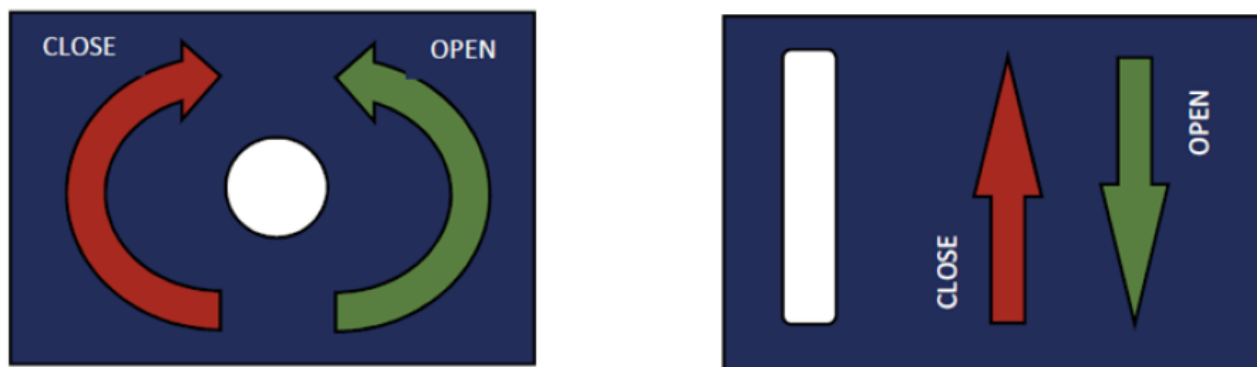

Figura 7 - Măști pentru locașul de funcționare al separatorului de bare
- Locaș de comutare pentru deschiderea și închiderea separatorului de bare (LD), cu indicarea direcției de acționare, în conformitate cu figura 7;